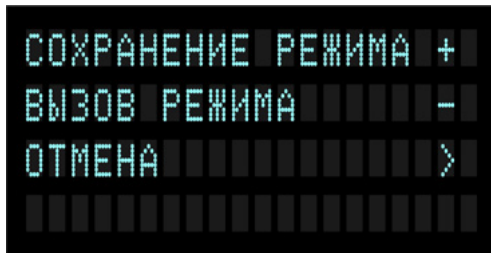

Рисунок 7 – Меню управления сохранением текущего режима
5.3.9 Комбинация (одновременное нажатие) кнопок «АВТО» и «>» вызывает меню управления сохранением текущего режима (рис. 7).